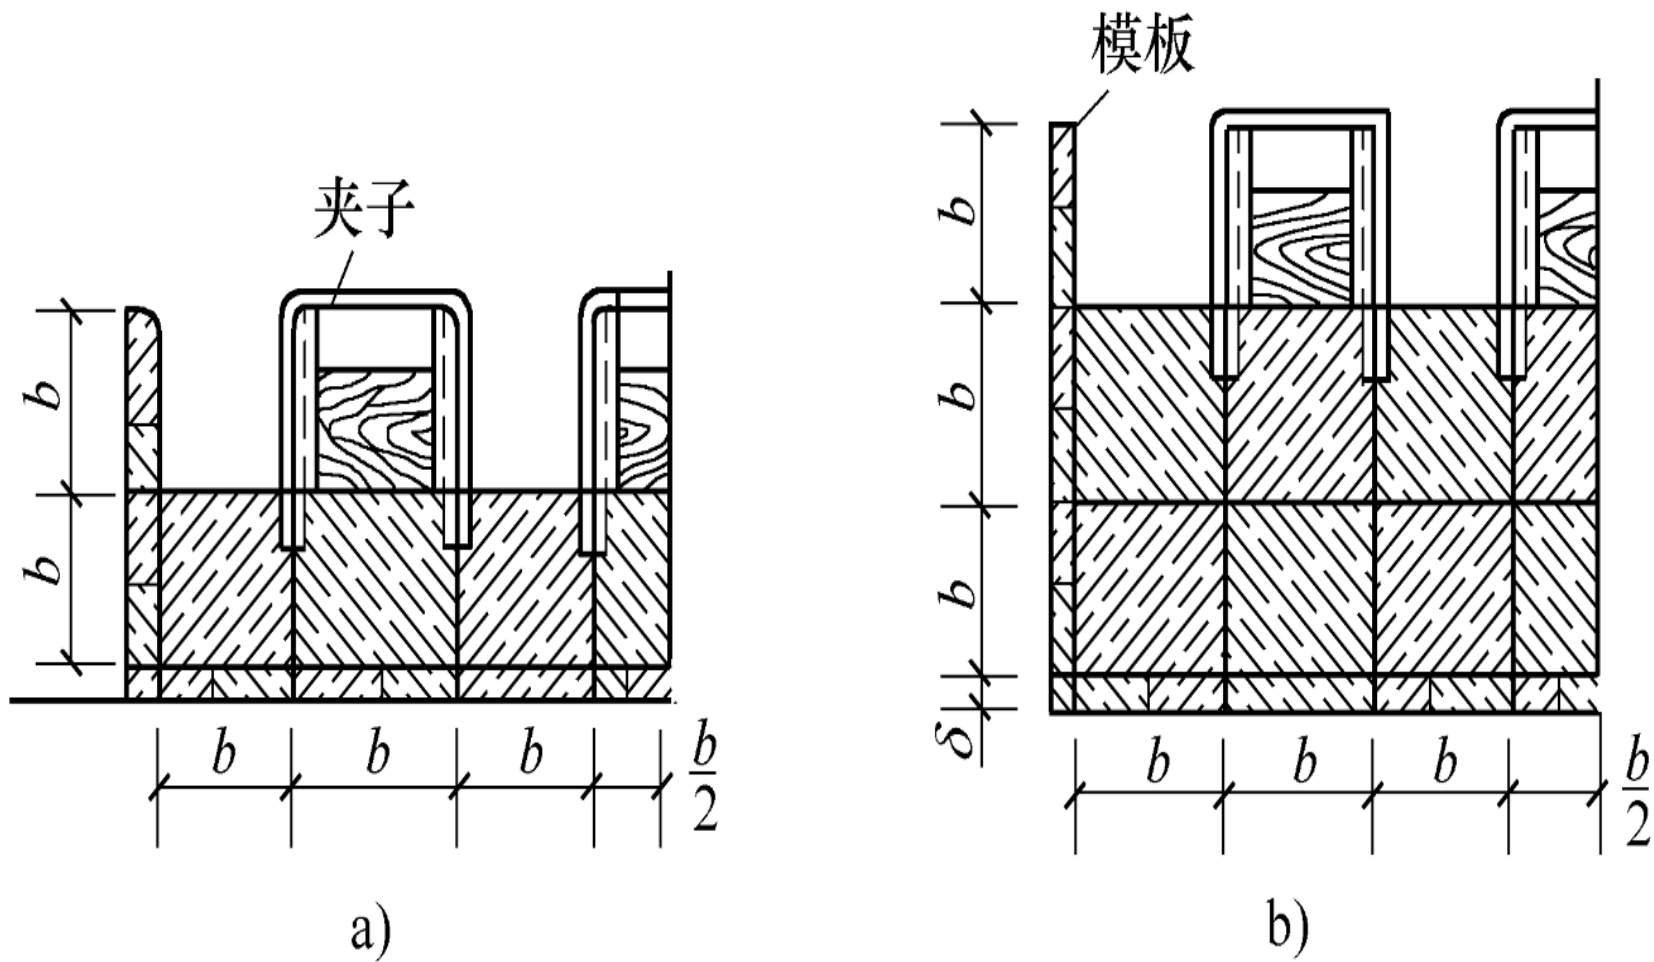

图1 重叠间隔支模示意图
- 现场预制一般采用重叠法间隔制作(图1)，桩头部分使用钢模堵头板，并与两侧模板相互垂直，桩重叠层数根据地面允许荷载和施工条件确定，但不宜超过四层。桩与桩之间应做好隔离